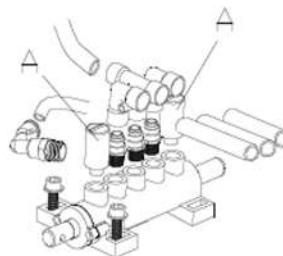

Fig 13
2. Afrouxe o Silenciador da válvula (A) que pertence ao Pedal de abertura e fechamento das Garris e ao Pedal Quebra-talão; (A)
3. Limpe os silenciadores com ar comprimido, substitua-os consultando a lista de peças de reposição se estiverem danificados. (Fig. 13).